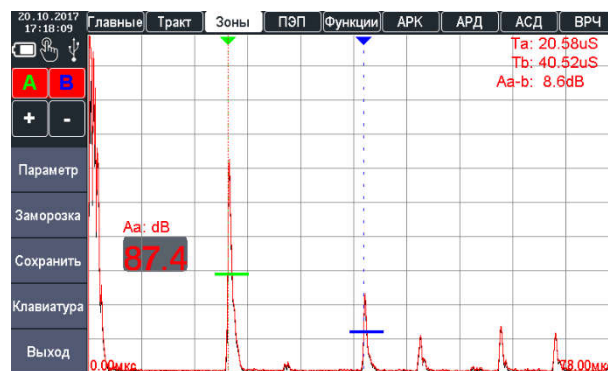

Рисунок 2.45 – Наведение строба В на второй отраженный сигнал
9. Навести строб В на второй отраженный сигнал (рис. 2.45), а также нужно включить отображение значения разницы амплитуд сигналов в зоне А и В – Аа-В.